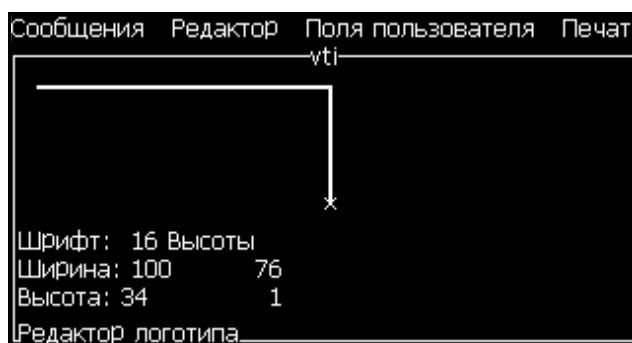

Рисунок 5-64: Обрезка логотипа
- 1 Нажмите кнопку “Enter” (ввод) для появления рамки, которая отображает текущие границы графического изображения (Рисунок 5-64).